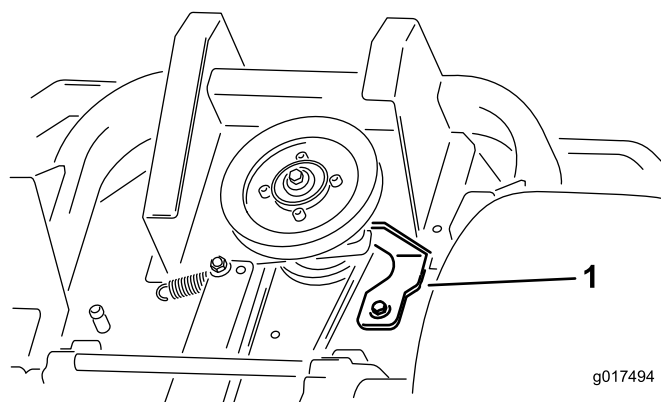

Figura 60
5. Togliete l'arresto della frizione illustrato in Figura 60.
9. Montate l'arresto della frizione illustrato in Figura 60.